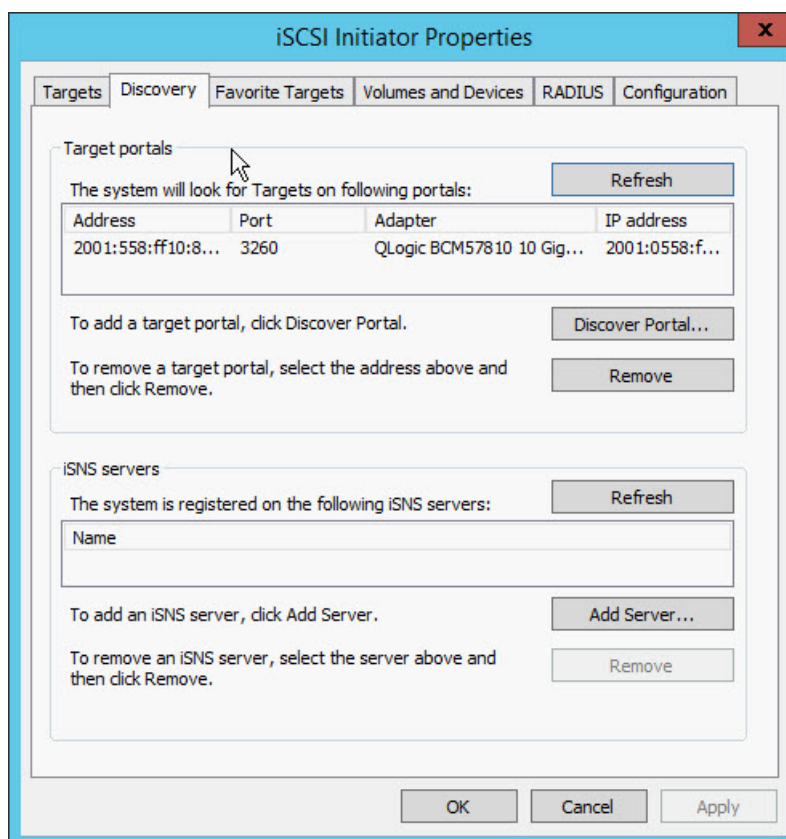

Ilustración 10-12. Propiedades del iniciador iSCSI: Página Discovery (Detección)
7. En iSCSI Initiator Properties (Propiedades del iniciador iSCSI), haga clic en la pestaña **Discovery** (Detección) y, a continuación, en la página Discovery (Detección), haga clic en **OK** (Aceptar) para agregar el portal de destino. La Ilustración 10-12 muestra un ejemplo.